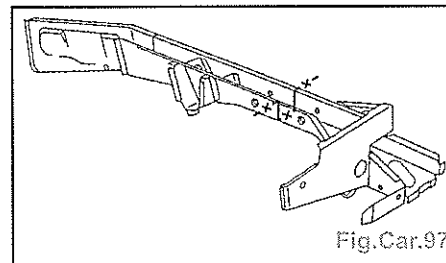

Fig.Car.97
- Tracer puis découper à l'aide d'une scie (Fig.Car.97).